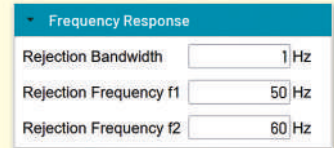

Рис. 15. Вікно вибору параметрів режекторних фільтрів
- параметри режекторних фільтрів (рис. 15);